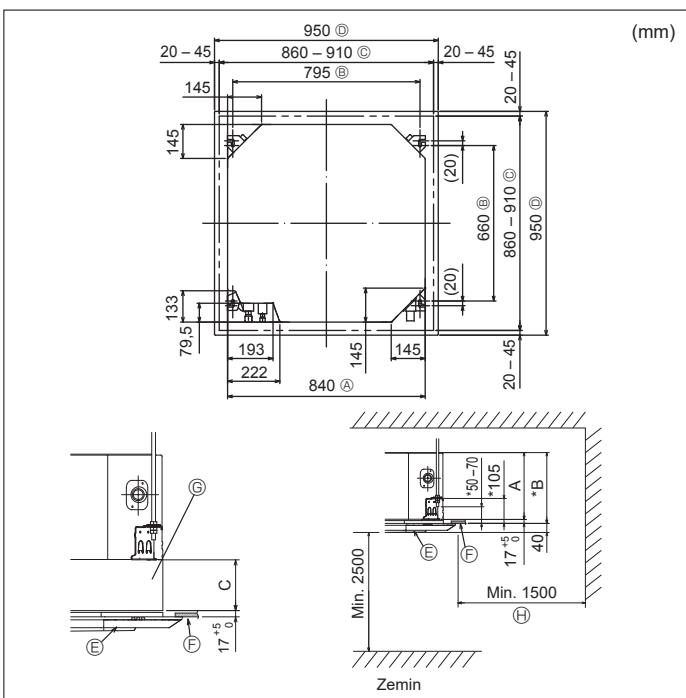

Fig. 3-2
①	Montaj şablonu (ambalajın üzerinde)	1
②	Rondelalar (izolasyonlu) Rondelalar (izolasyonsuz)	4 4
③	Boru kapağı (soğutucu borusu bağlantısı için) Küçük çaplı Büyük çaplı	1 1
④	Bant (büyük)	8
⑤	Bant (küçük)	1
⑥	Drenaj soketi	1
⑦	İzolasyon	1
⑧	Geçme suman 1/4F (M60)	1
3.2. Tavandaki açıklıklar ve askı civatalarının yerleri (Fig. 3-2)
* Tavan açıklığının boyutları Fig. 3-2'de gösterilen aralıkta ayarlanabilir; bu yüzden, ana ünitesi tavan açıklığının karşısına ortalayacak, aralarındaki açıklığın her tarafındaki karşılıklı kenarların sırayla aynı olmasını sağlayın.